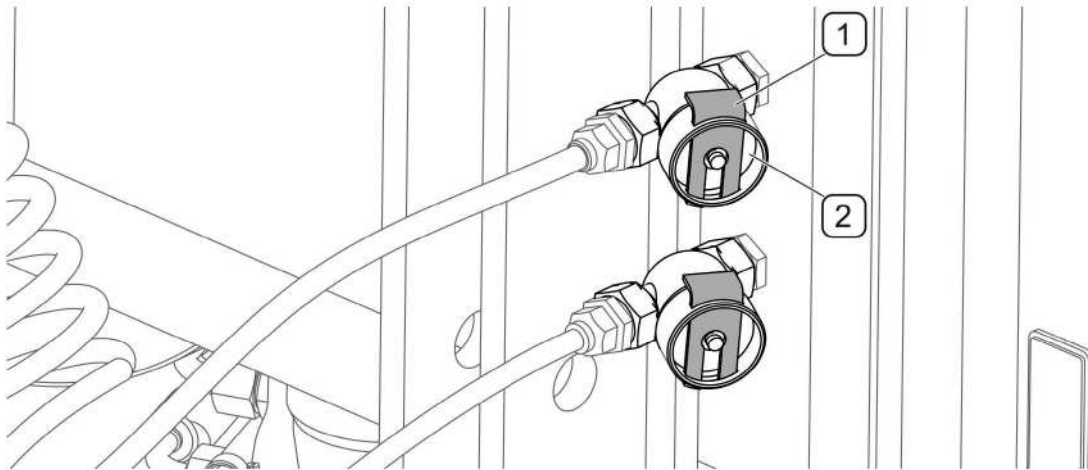

РИСУНОК 5.28А Воздушные фильтры
(1) - защитная заслонка; (2) - крышка фильтра
В зависимости от условий работы машины, но не реже одного раза в три месяца, необходимо вынуть и очистить вкладыши воздушного фильтра (РИСУНОК 5.28А), которые установлены на подсоединительных проводах пневматической системы. Вкладыши многократного пользования не нужно заменять, разве что они будут повреждены механическим образом. Для очистки вкладыша нужно, в первую очередь, уменьшить давление в питающем проводе. Затем вынуть защитную заслонку (1), придерживая второй рукой крышку фильтра. После того, как будет вынута заслонка, пружина, находящаяся в корпусе фильтра, вытолкнет крышку. Вкладыш и корпус фильтра необходимо тщательно промыть и продуть сжатым воздухом. Монтаж производится в обратной очередности.